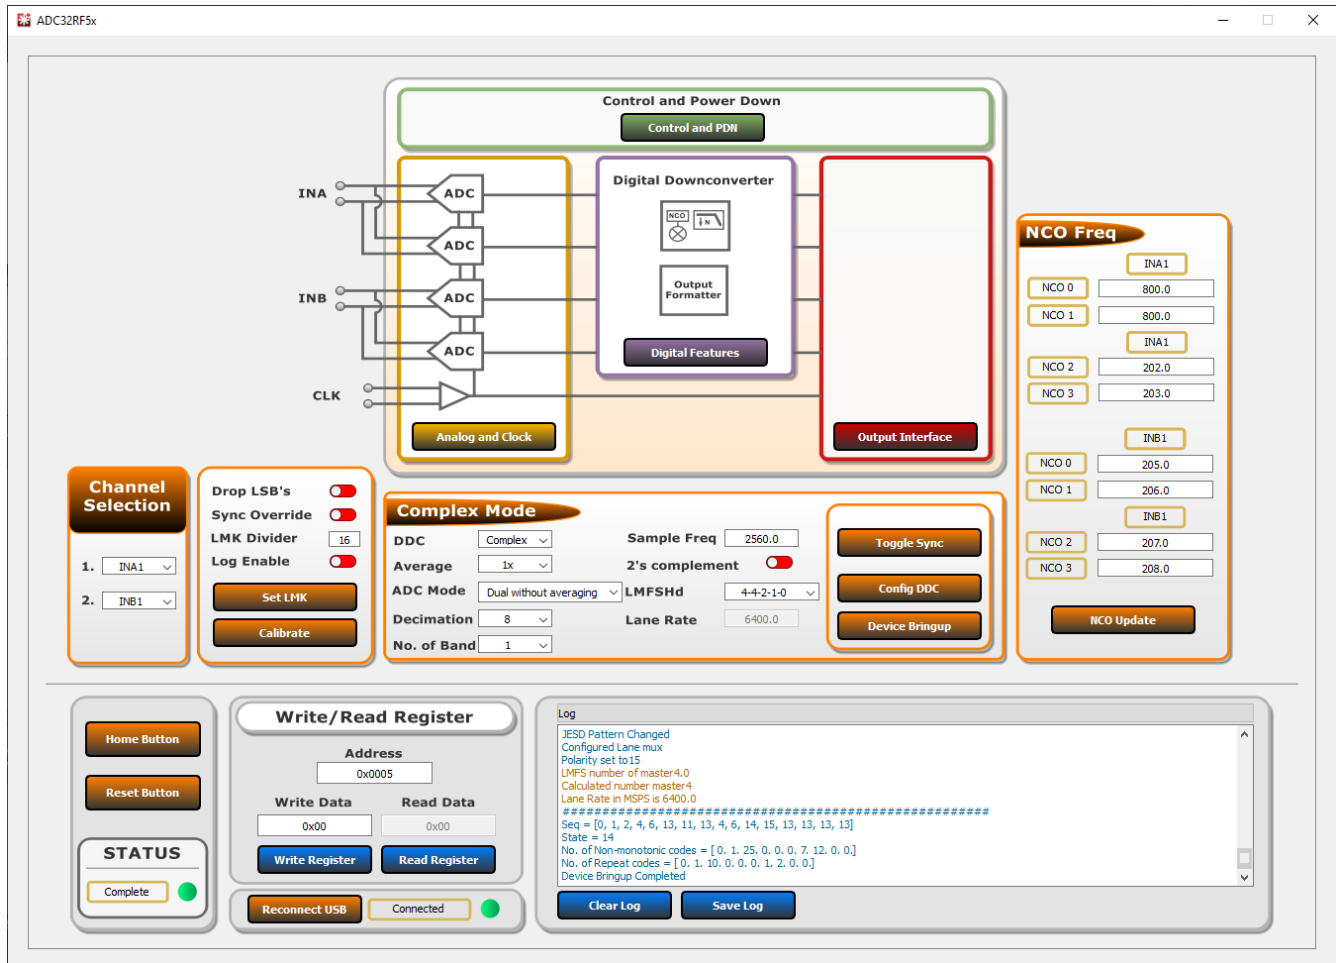

图 3-6. ADC32RF5xEVM GUI，8x 复杂抽取，800MHz NCO
6. 验证并匹配这些设置后图 3-6，按 *Device Bringup* 按钮。